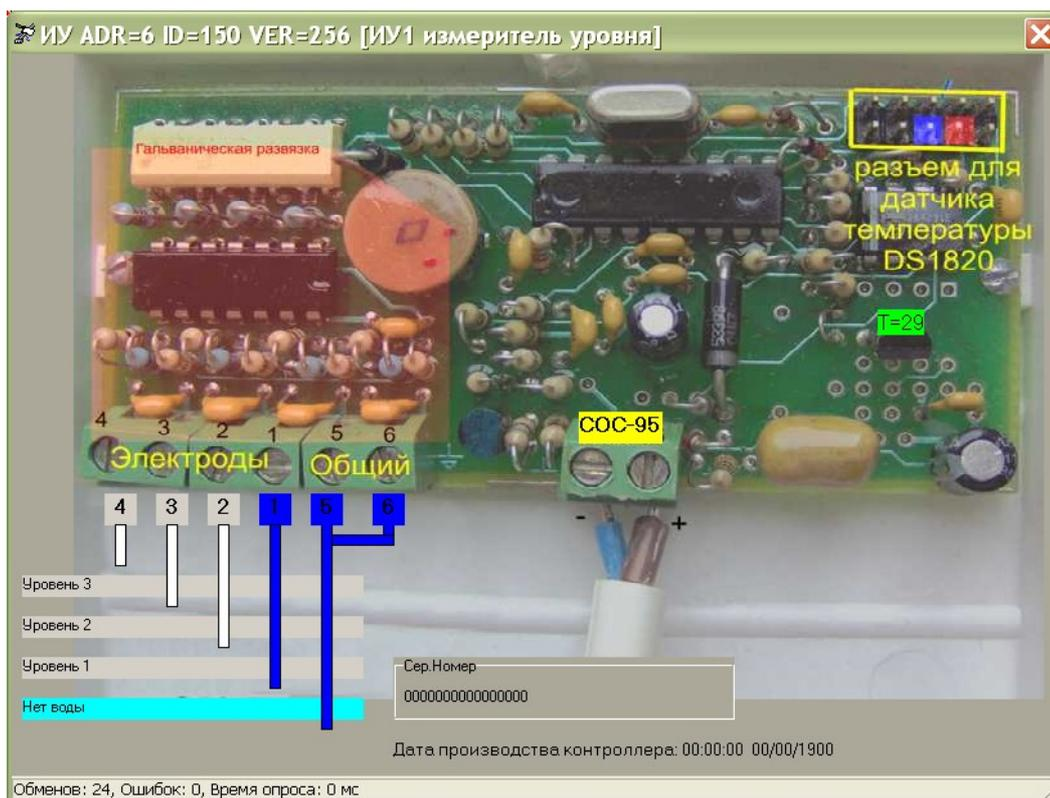

Рисунок 26
- 6) Подключить между контактами разъемов 1ХТ3 и 1ХТ2 резистор 70 кОм и проверить формирование сигнала о срабатывании уровня 1 (рисунок 26). Аналогично проверить срабатывание уровней 2, 3, 4.